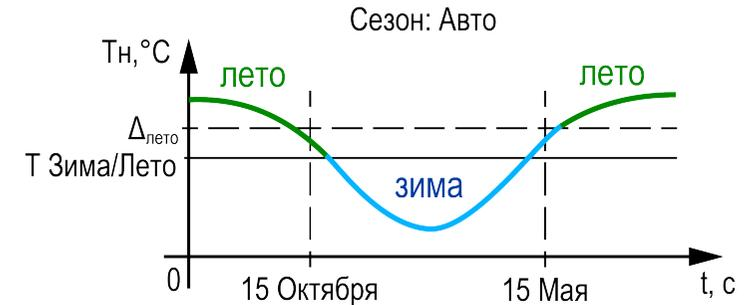

Рисунок 10.4 – Определение сезона
- параметр **Способ определения сезона в N-ом контуре** = Авто ($PuLto$) — к условию перехода между режимами в ручном режиме добавляется условие автоматического перехода (см. рисунок 10.4).